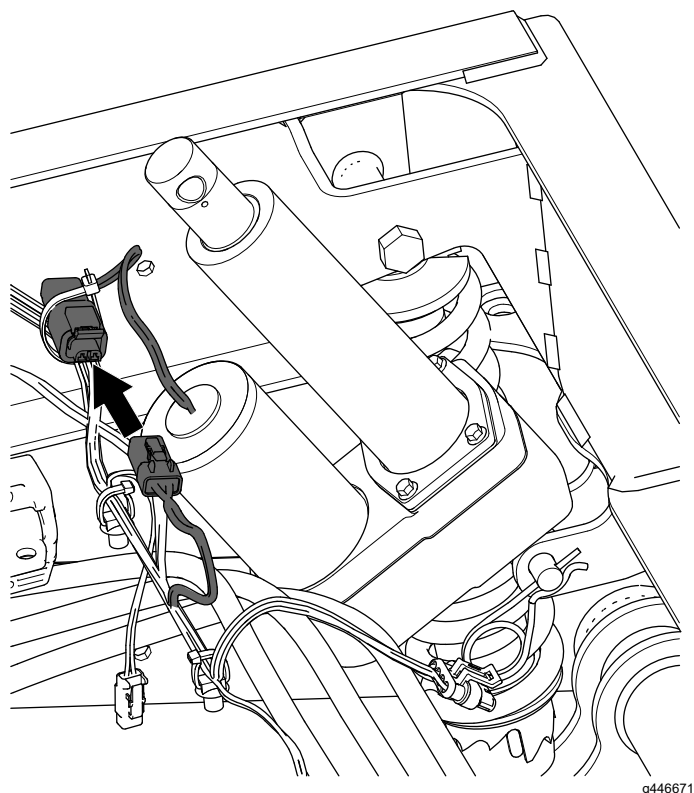

Figura 11
3. Conecte el conector eléctrico hembra de 2 vías del arnés de cables trasero de la máquina al conector de 2 pines del actuador del elevador (Figura 11).